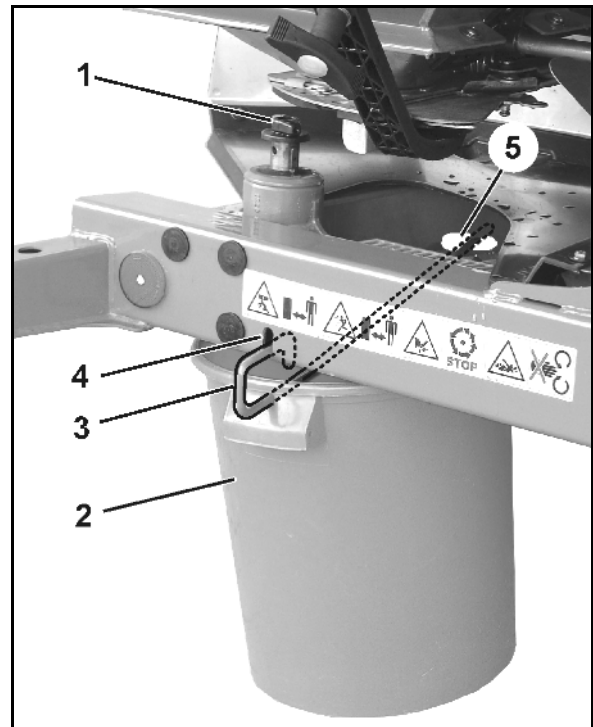

Bild 66
1. Ta bort vingmuttrar (Bild 66/1).
För en exakt, verktygslös inställning av de enskilda spridarskovelinställningarna finns det på varje spridarskovel två helt olika skalor (Bild 66/1 och Bild 66/2).
- Den kortaste spridarskoveln (Bild 66/3) är för skalan (Bild 66/1) med värden från 5 till 28 och den längre spridarskoveln (Bild 66/4) för skalan (Bild 66/2) med värden från 35 till 55.
- För den korta spridarskoveln (Bild 66/3), läs av inställningsvärdet på avläsningskanten (Bild 66/5).
- För den långa spridarskoveln (Bild 66/4), läs av inställningsvärdet på avläsningskanten (Bild 66/6).
- Att svänga spridarskoveln till ett högre talvärde på skalan (Bild 66/1 resp. Bild 66/2) ger en ökning av arbetsbredden.